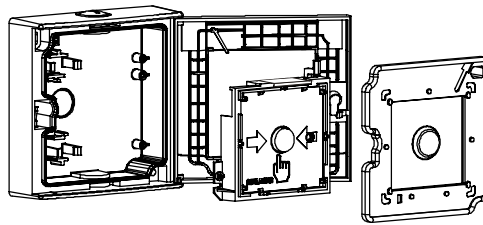

Fig. 5
6. Setzen Sie den Schaltungseinsatz mit den Klemmen nach oben gerichtet ins Gehäuse ein und befestigen Sie ihn mit zwei Schrauben (Fig. 5).
4. Place the switching unit with the terminals pointing upwards and fix it with two screws (Fig. 5).